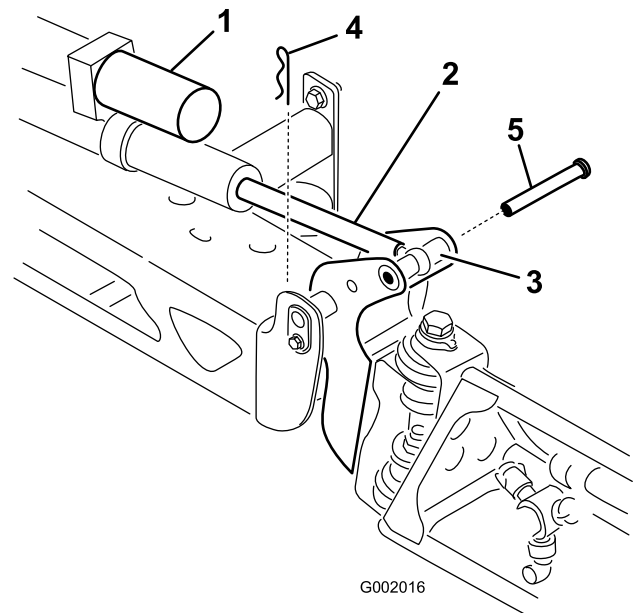

Figure 49
2. Retirez la goupille fendue de l'axe de pivot (Figure 49).
3. Soulevez la rampe et déposez l'axe (Figure 49). Abaissez lentement la rampe jusqu'à la butée.
6. Élevez la rampe pour aligner le pivot sur la tige d'actionneur. Tout en maintenant la rampe, insérez l'axe dans le pivot de rampe et la tige d'actionneur (Figure 49).